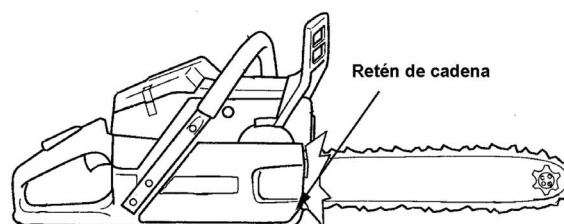

FIG. 017
- Captor de cadena. En caso de rotura la recoge. **FIG. 017**